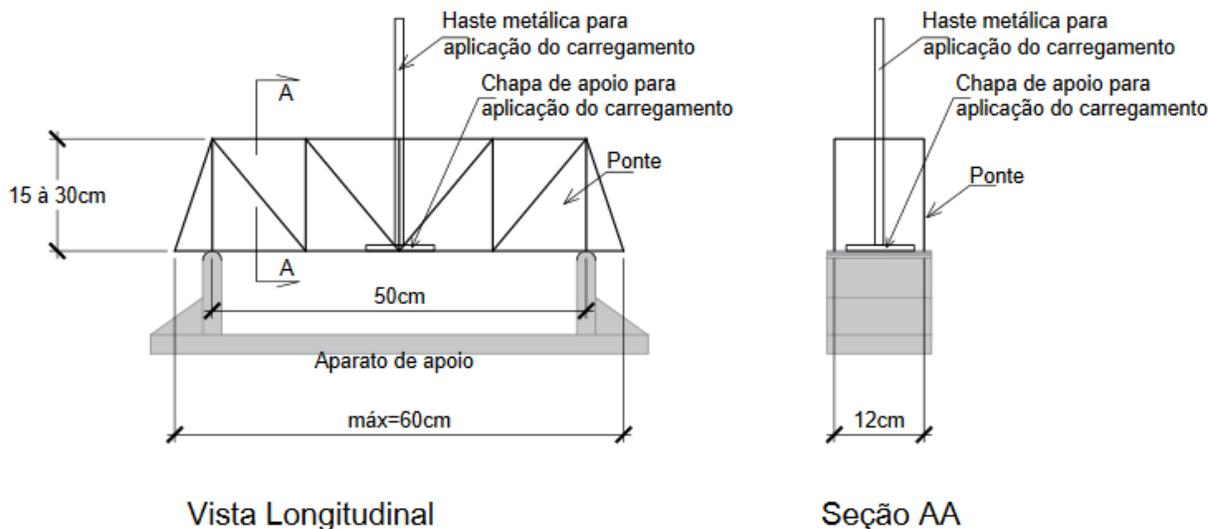

Figura 5: placa de ruptura que será utilizada.
• A aplicação de carga na estrutura será feita a partir de uma placa, detalhada na Figura 5, que será apoiada no tabuleiro da ponte. É de responsabilidade das equipes que a ponte ofereça condições para ruptura, inclusive para a instalação do dispositivo para ruptura.